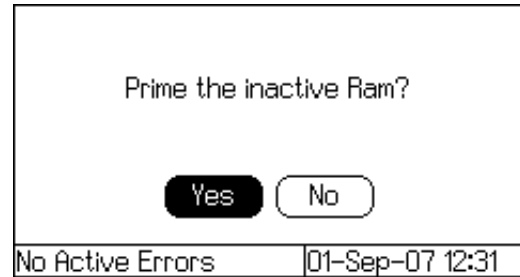

FIG. 10: Pantalla Función de cebado
- Pulse la tecla Cebador bomba . La pantalla pide la confirmación del operador. Vea la FIG. 10. Seleccione Sí para empezar a cebar.